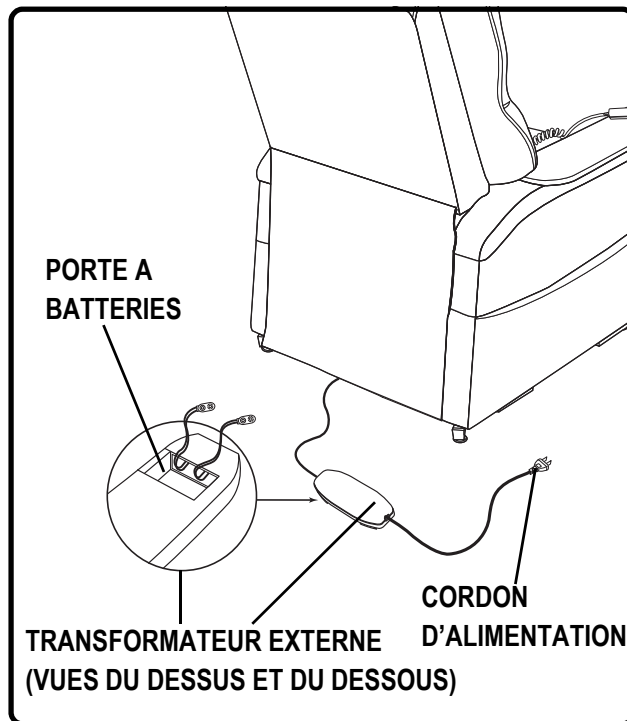

Figure 4.4 Emplacement des batteries sur fauteuil auto-souleveur standard
3. Installez deux batteries 9V dans le transformateur externe (**Fig. 4.4**).